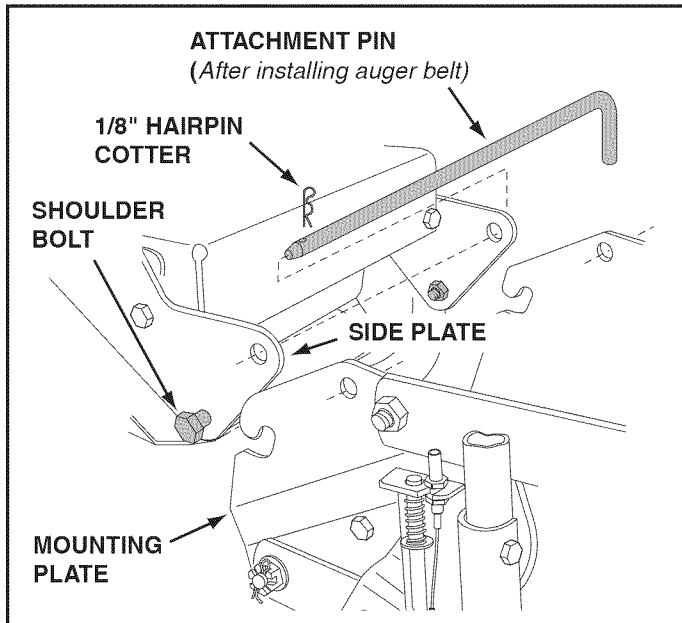

FIGURE 54 RIGHT SIDE VIEW
55: (SEE FIGURE 54)
STEP 58: (REFER BACK TO FIGURE 54 ON PAGE 24)